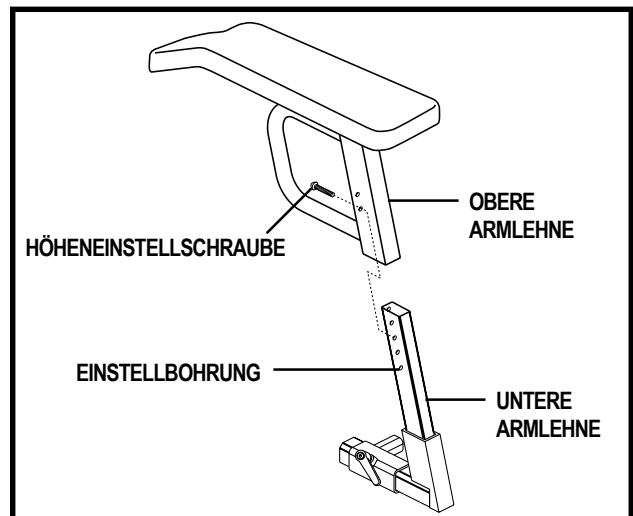

Abb. 15. Einstellung der Armlehnenhöhe
1. Entfernen Sie die Höheneinstellschraube aus der Armlehne. Siehe Abb. 15.